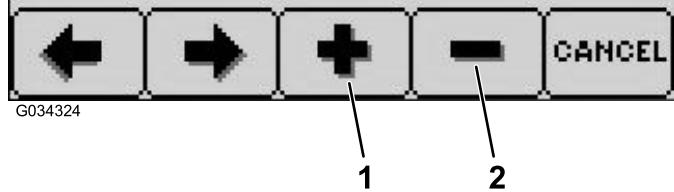

Figura 38
7. Pulse el botón 3 para aumentar la distancia deseada, o pulse el botón 4 para reducir la distancia deseada (Figura 38).